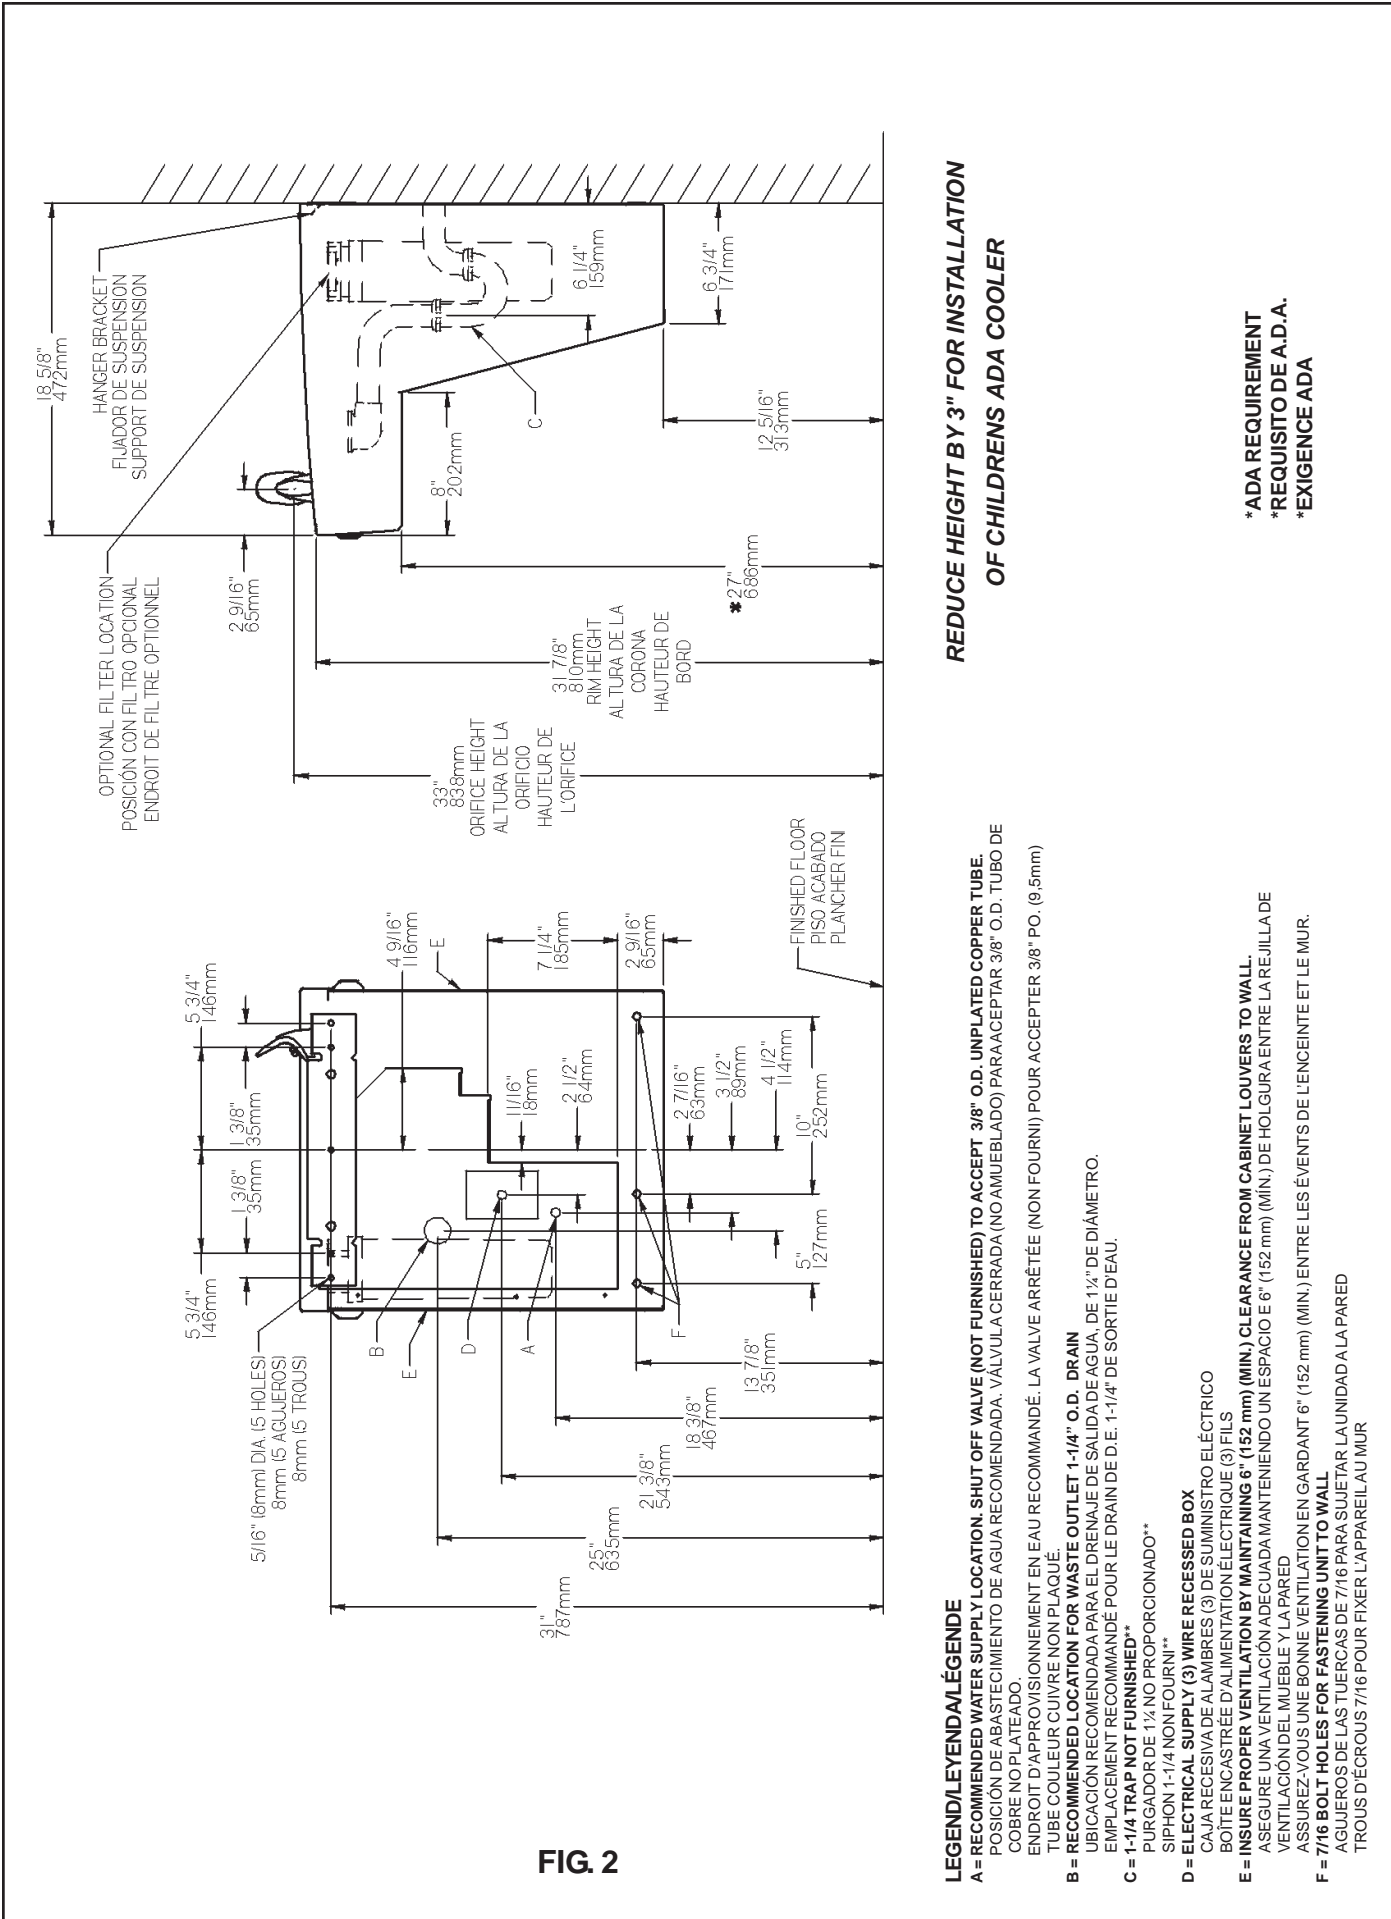

FIG. 2
- 1) Remove hanger bracket fastened to back of cooler by removing one (1) screw.
- 2) Mount the hanger bracket and trap as shown in Figure 2.
- 1) Quite el fijador de suspensión sujetados a la parte posterior del enfriador quitando un (1) tornillo.
- 2) Monte el fijador de suspensión y quite el purgador como se muestra en la Fig. 2.
- 1) Retirez le support de suspension à l'arrière du refroidisseur en enlevant une (1) vis.
- 2) Installez le support et le siphon tel qu'indiqué à la fig. 2.